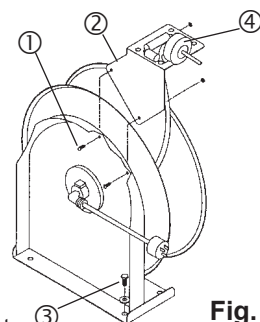

Fig. 2
3. Fijar el carrete en su sitio sobre el piso, la pared o el techo, usando cuatro pernos (3)(provistos por el cliente)(Fig.2). **CUIDADO - El carrete es pesado, ¡montarlo para que quede firme! Pernos de fijación recomendados de 6 mm (1/4-20).**